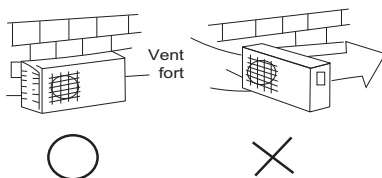

Figure 7 – Installation sous vent fort
2. Coupez le tuyau à 90 degrés (consultez la figure 7) au moyen d'un coupe-tube.